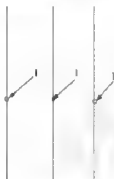

图 3-14
(2) “垂直(V)”参数选项:主要用来绘制垂直构造线,效果如图 3-14 所示。